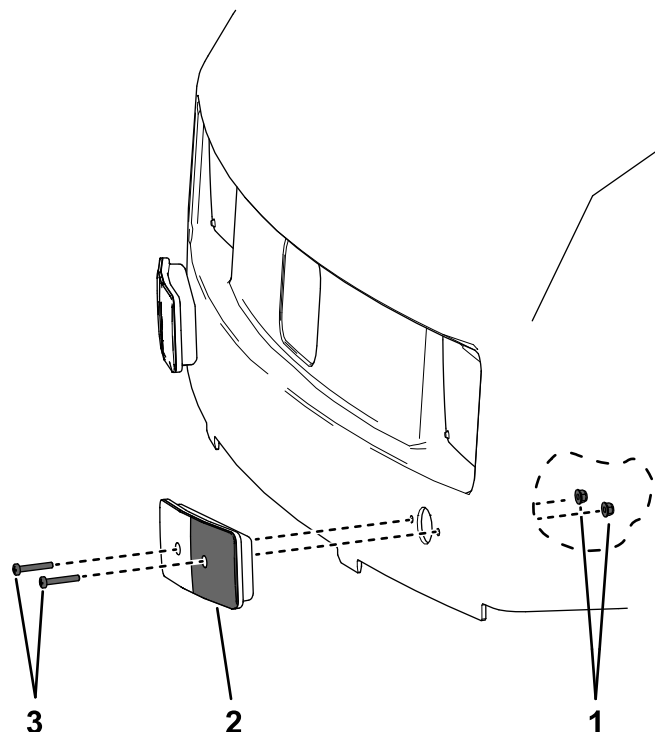

Рисунок 21
1. Отверните 4 болта с крестообразным шлицем и гайки, которыми указатели поворота крепятся к капоту (Рисунок 21).